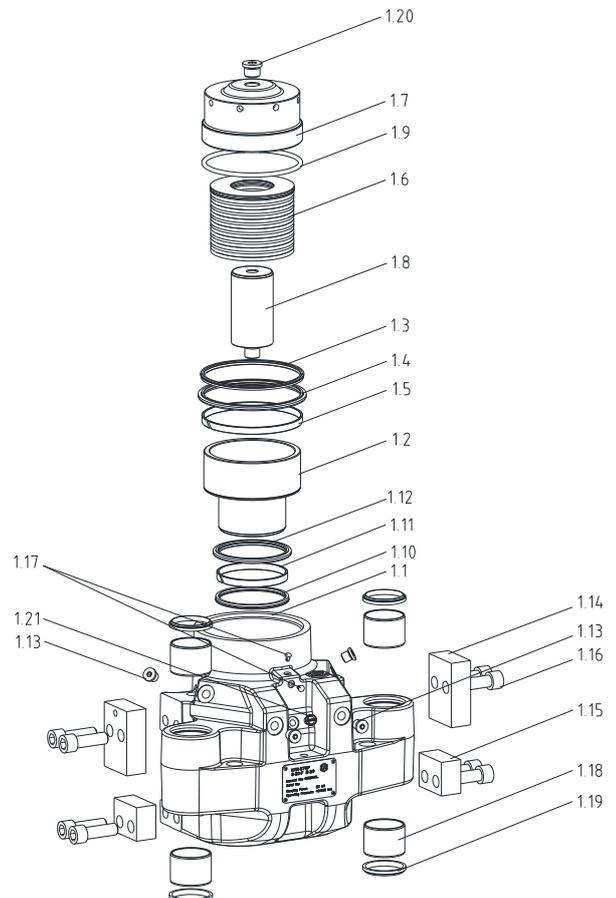

Bild 21: Gehäuse mit Einzelteilen
- Setzen Sie neue Dichtungen (Bauteil 1.4 und 1.5) und Abstreifer (Bauteil 1.3 und 1.19) in das Gehäuse ein. Hierzu können die Bauteile herzförmig geformt werden (siehe Bild 21).